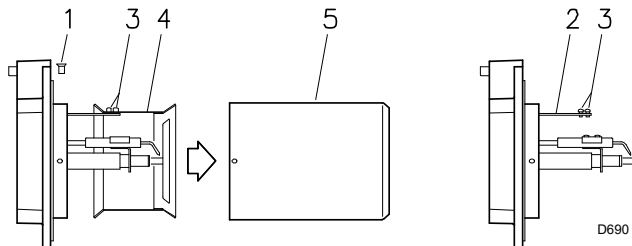

Рис. 12
- отверните винты 1)(Рис. 12) и демонтируйте жаровую трубу 5);